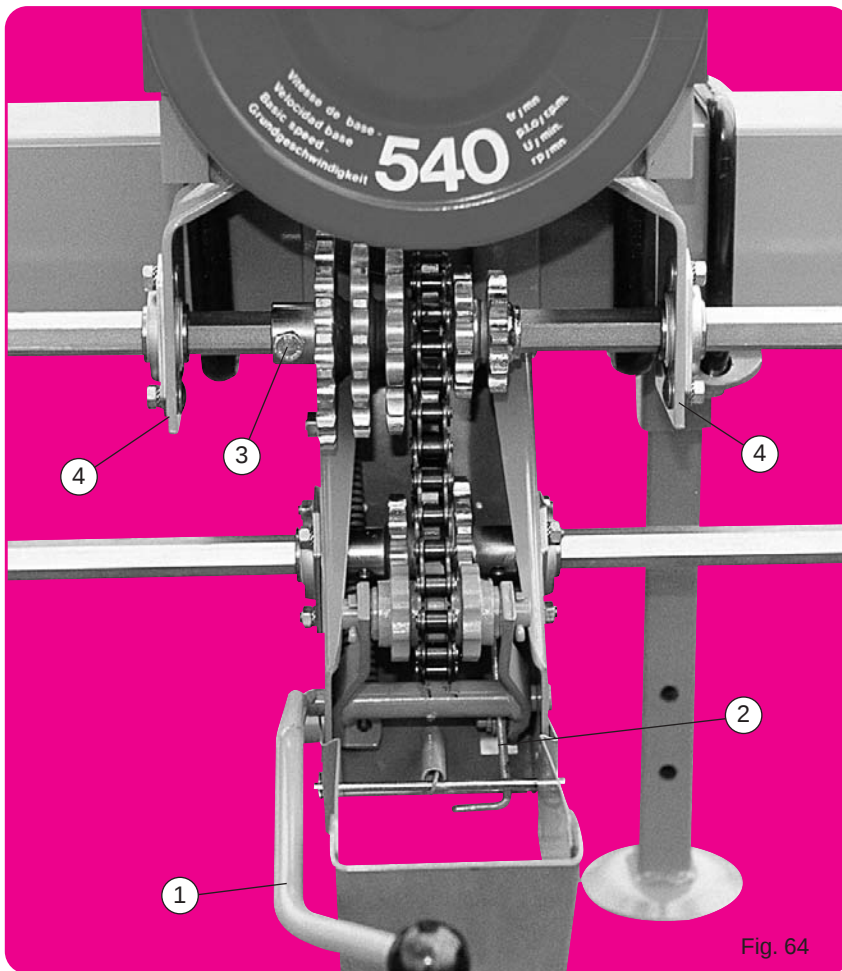

Fig. 64
- Montage normal (fig. 64) pour semoir à nombre de rangs pair et inter-rangs supérieur à 45 cm.
- Normal assembly (fig. 64) for planters with an even number of rows and inter-row spacing over 45 cm (18")
Normale Montage (Abb. 64) für Sämaschinen mit gerader Reihenanzahl und Reihenabstand über 45 cm.
* Обычная сборка (рис.64) для сеялок с четным количеством рядов и расстоянием между рядами свыше 45 см.